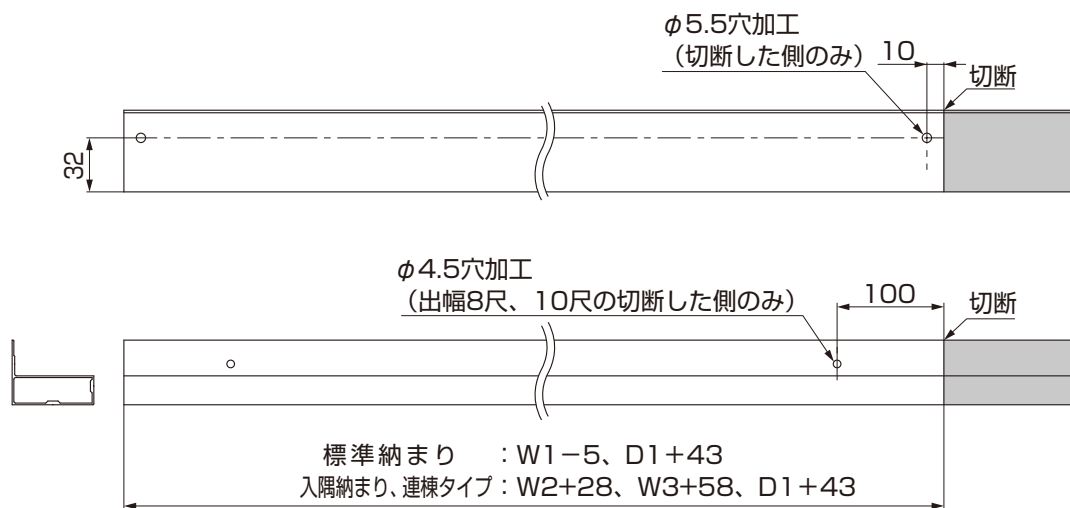
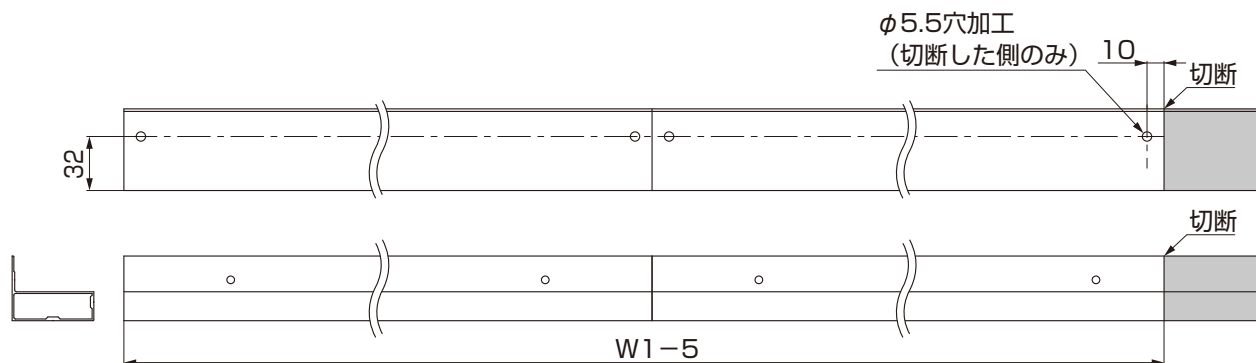

図5-5 部材を1本使用する場合
図5-6 部材を2本を使用する場合 (基本タイプ 2.5間、3.0間)
- ②正面側の上枠取付材を標準納まりの場合 (W1-5) mm、入隅納まり、連棟タイプの場合 (W2+28) mm、(W3+58) mmで切断してください。(図5-5参照)
●基本タイプ 2.5間、3.0間の場合、(W1-5) mmは2本での合計となります。(図5-6参照)
- ④側面側の上枠取付材を (D1+43) mmで切断してください。(図5-5参照)
- ⑤切断した側にφ5.5およびφ4.5の穴加工をしてください。(図5-5、図5-6参照)